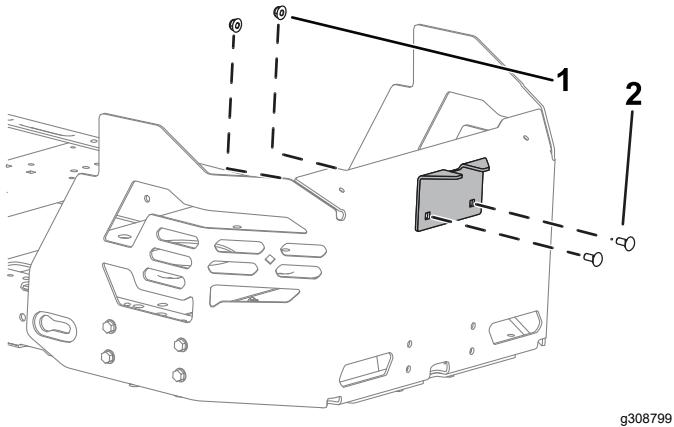

Figure 14
2. Fixez le support de stabilisation à la protection du moteur au moyen de 2 boulons de carrosserie ($5/16'' \times \frac{3}{4}''$) et 2 contre-écrous ($5/16''$), comme montré à la Figure 14.